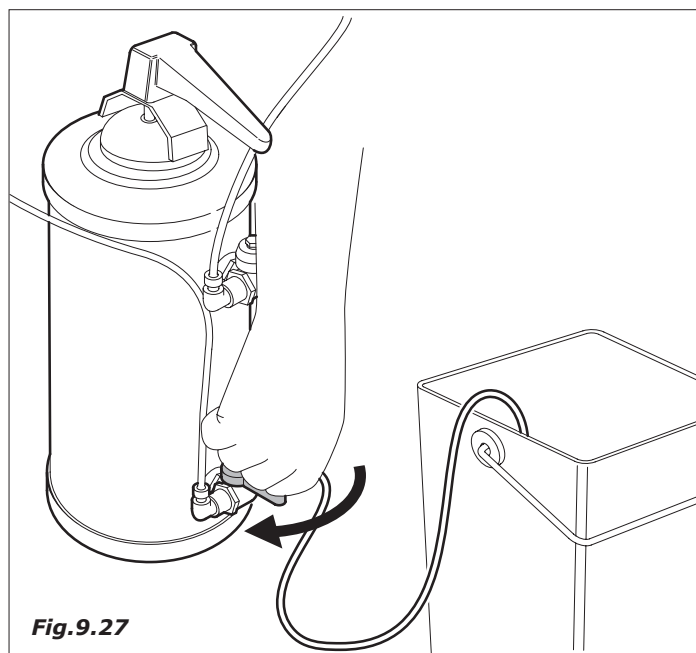

Fig.9.27
- dar tensão ao distribuidor e deixar sair a água até que esta não esteja mais salgada (Fig.9.27).